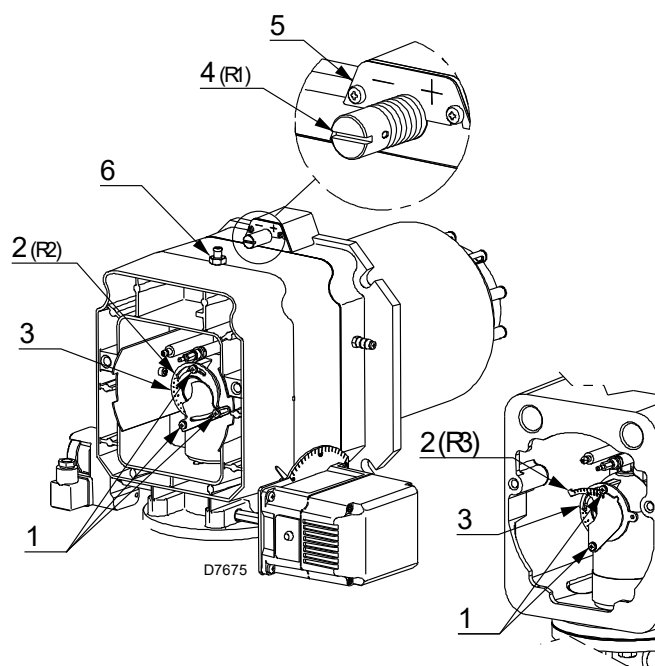

Fig. 20
- Rodar o parafuso 4) (Fig. 20) até que coincida a marca encontrada com o plano anterior 5) do flange.
- Aliviar os 3 parafuso 1) (Fig. 20) e rodar o disco 2) até que coincida a marca encontrada com o índice 3).